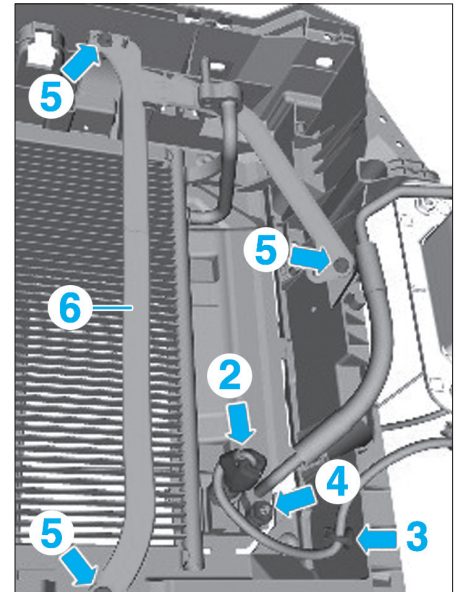

Fig. 11
- Débrancher (2) puis dégrafer (3) le faisceau électrique (Fig.11).
- l'écrou (4),
- les vis (5),
- le renfort (6).